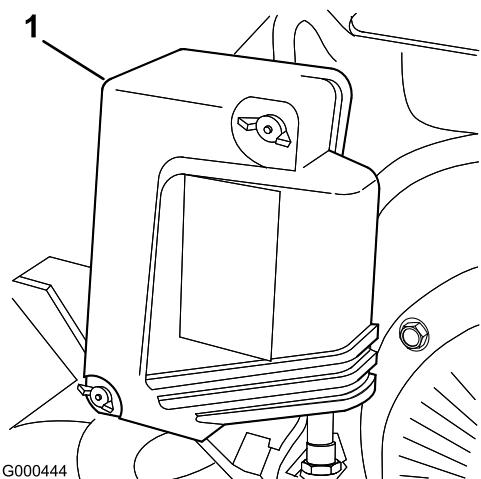

Figura 21
- Retire las tuercas de orejeta que sujetan la tapa del limpiador de aire al limpiador de aire y retire la tapa (Figura 21).